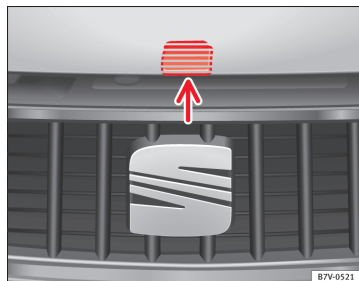

Fig. 169 Udløserarm til åbning af motorhjelmen i kølergrill
- Løft motorhjelmen ved udløserarmen ⇒ Fig. 169 (pil), og åbn den helt. Motorhjelmen holdes oppe af gastyksfjederen.